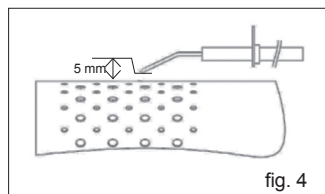

fig. 4
- Vérifier la position de l'électrode de départ (fig. 4)